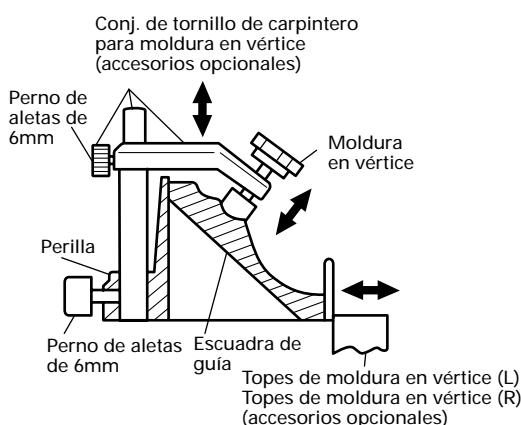

Fig. 34-b
- (1) Las topes de moldura en vértice (L) y (R) (accesorios opcionales) permiten facilitar los cortes de la moldura en vértice, sin inclinar la hoja de sierra. Instálelas en ambos lados de la base, tal como se muestra en la Fig. 34-a. Después de la instalación, apriete el perno de perilla de 6mm para asegurar los topes de moldura en vértice.